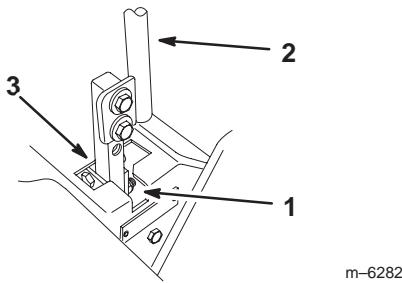

Figure 54
- Vérifiez la position du levier par rapport au cran de la console (Fig. 54). Il doit être centré de façon à pouvoir pivoter vers l'extérieur jusqu'à la position de verrouillage du point mort.
- Appliquez une légère pression à l'arrière du levier, tournez la tête du boulon de réglage dans le sens voulu pour centrer le levier à la position de verrouillage du point mort (Fig. 54).